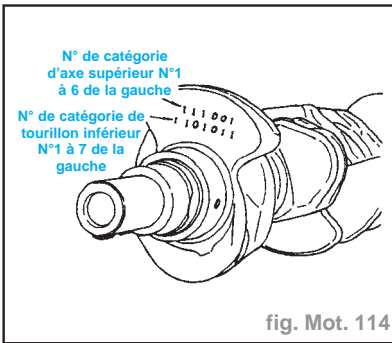

fig. Mot. 114
- Le numéro de catégorie de chaque tourillon principal de vilebrequin est poinçonné sur le vilebrequin correspondant. Ces numéros sont poinçonnés en chiffres arabes ou romains (fig. Mot. 114).